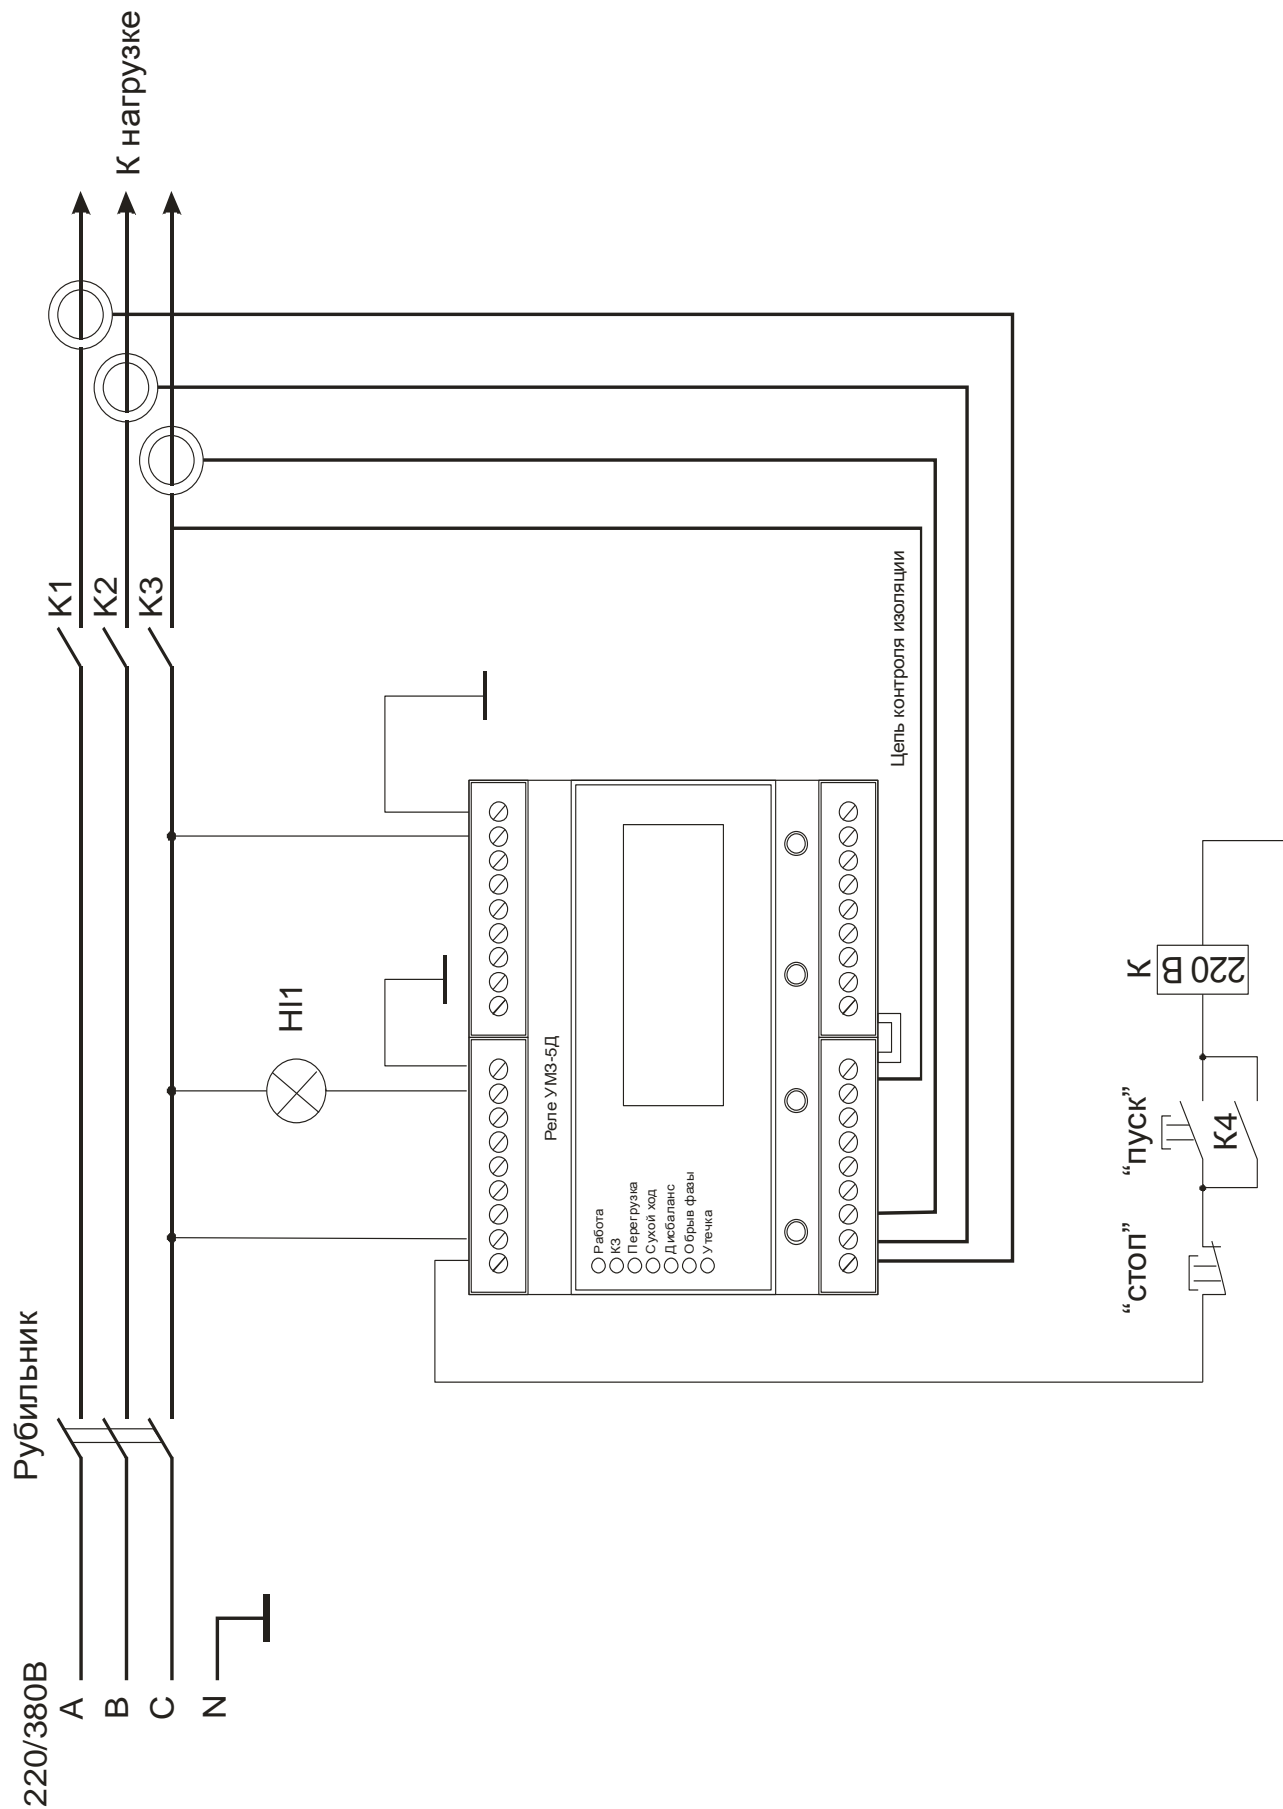

Рисунок 5 – схема включения реле в схему управления ЭУ
6.2 Подключение реле производится в соответствии со схемой рис.5